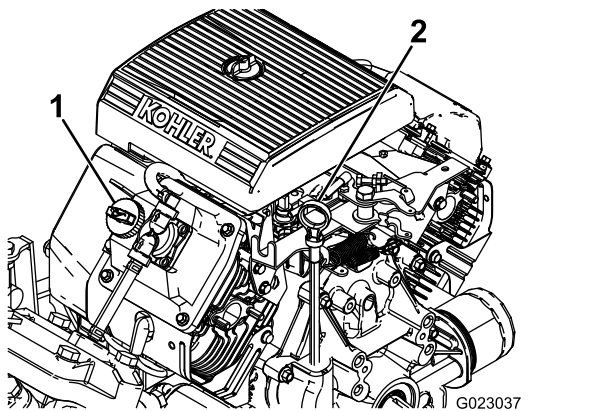

Figura 11
2. Togliete l'asta di livello ed asciugatela con un panno pulito (Figura 11).
4. Se l'olio è insufficiente, togliete il tappo di rifornimento dal coprivalvola (Figura 11) e versate l'olio nel foro finché non raggiunge il segno di PIENO sull'asta; il tipo di olio e la viscosità adatti sono riportati nella sezione Cambio dell'olio motore \(pagina 47\).